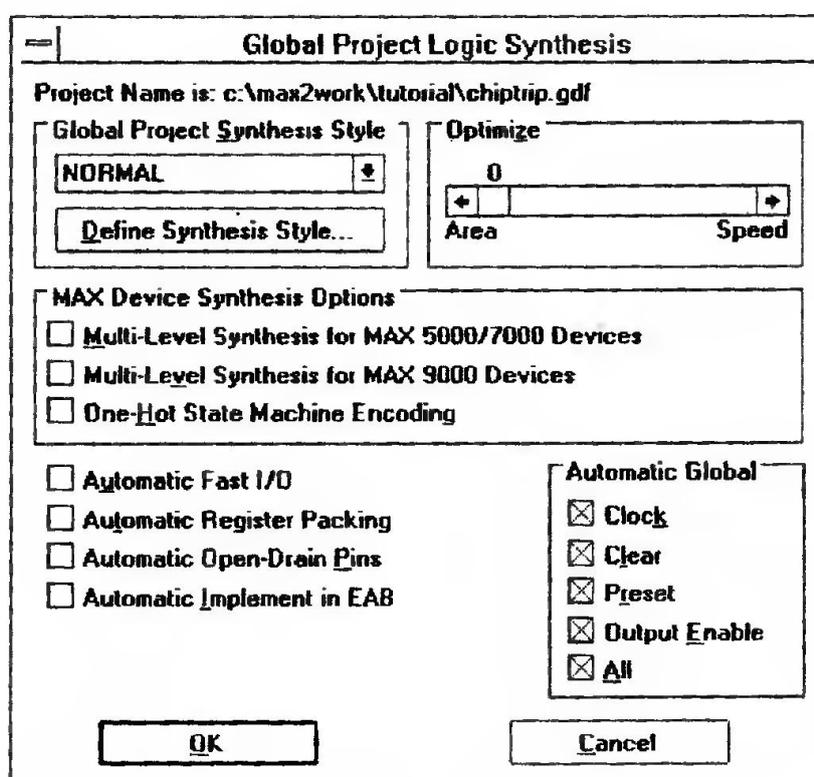

Рис. 2.35
1. Выберите **Global Project Logic Synthesis** (параметры логического синтеза для текущего проекта) из меню **Assign** (назначения). На экране отобразится диалоговое окно, показанное на рис. 2.35.